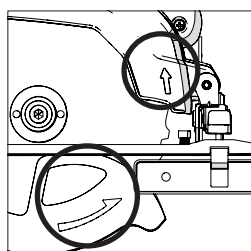

Fig. 6
- Assurez-vous que la direction des flèches de rotation imprimées sur la lame correspond au sens de rotation des flèches qui se trouvent sur les carter inférieurs et supérieurs de la machine. **(Fig. 6)**